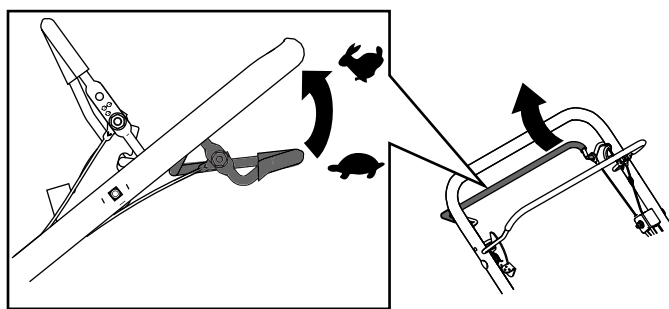

Рисунок 17
3. Для управления самоходным приводом прижмите штангу управления самоходным приводом к рукоятке (Рисунок 17).